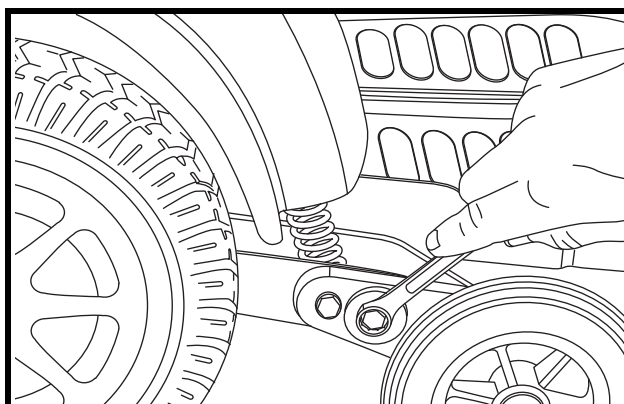

Figure 17. Module de roulette antibasculer (Came)
4. Pour régler le roulette vers le haut, tournez la came dans le sens opposé aux aiguilles d'une montre. Pour régler la roulette vers le bas, tournez la came dans le sens des aiguilles d'une montre. **Voir la figure 17.**